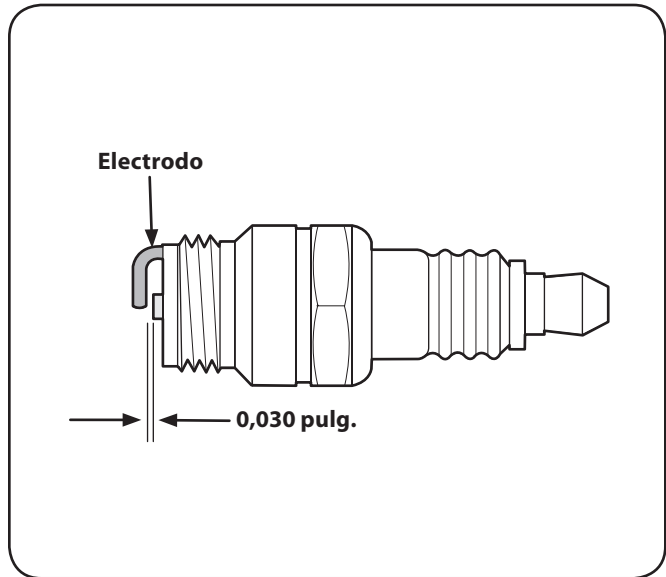

Figura 6-5
3. Mida la separación de bujía con un calibrador. Corrija de ser necesario torciendo el electrodo lateral. Vea la Figura 6-5. La separación debe establecerse en 0,030 pulg.